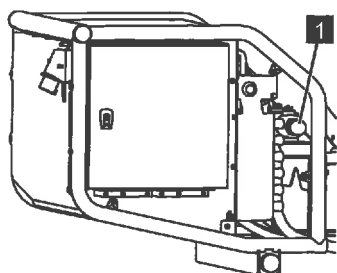

Abb. 184
6. Nach dem Notbetrieb das Ventil (Abb.184/1) gegen den Uhrzeigersinn entriegeln und die Abdeckhaube wieder anschrauben.